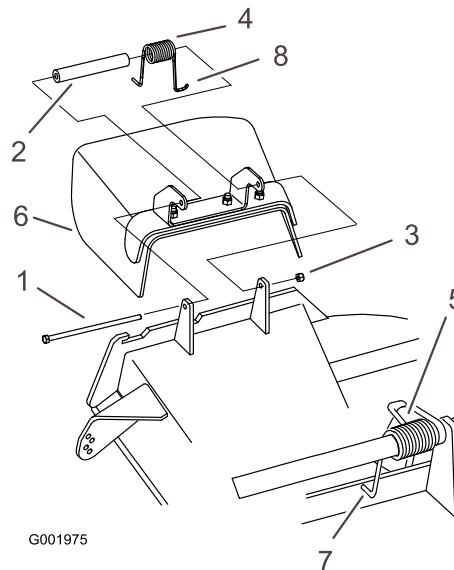

Figura 73
- Retire la contratuerca, el perno, el muelle y el espaciador que sujetan el deflector a los soportes de pivote (Figura 73). Retire el deflector de hierba dañado o desgastado.
Nota: Asegúrese de colocar el extremo en **L** del muelle detrás del reborde de la carcasa antes de instalar el perno, según se muestra en la Figura 73.
3. Instale el perno y la tuerca. Coloque el extremo en **J** del muelle alrededor del deflector de hierba (Figura 73).